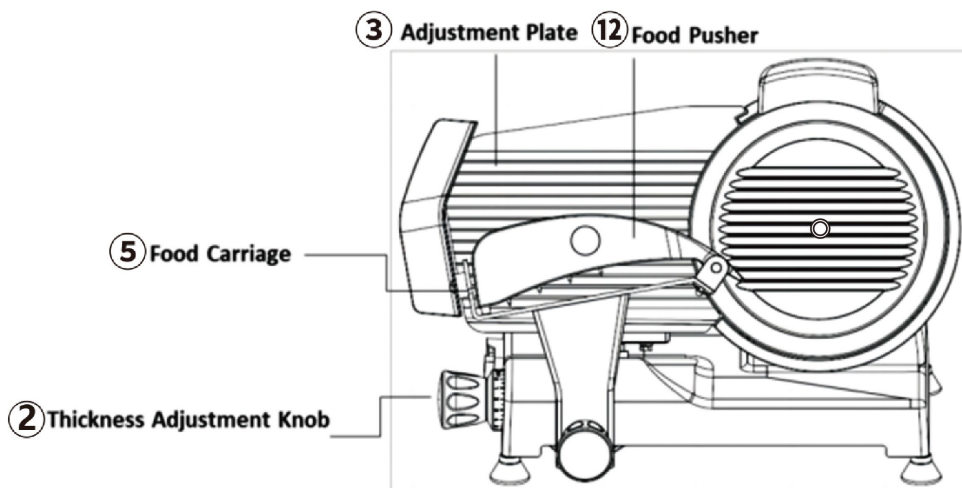

Bild 1
23. Placera maten på den glidande matvagnen (del ⑤) mellan justeringsplattan (del ③) och matpåskjutaren (del ③). För att undvika skador, använd ALLTID matpåskjutarens handtag (del ③) för att skära kött. (Se bild 1)
24. Vrid tjockleksjusteringsratten (del ②) för att ställa in justeringsplattan (del ③) för önskad skärtjocklek. Vrid medurs för tunnare snitt, moturs för tjockare skivning. (Se bild 1)